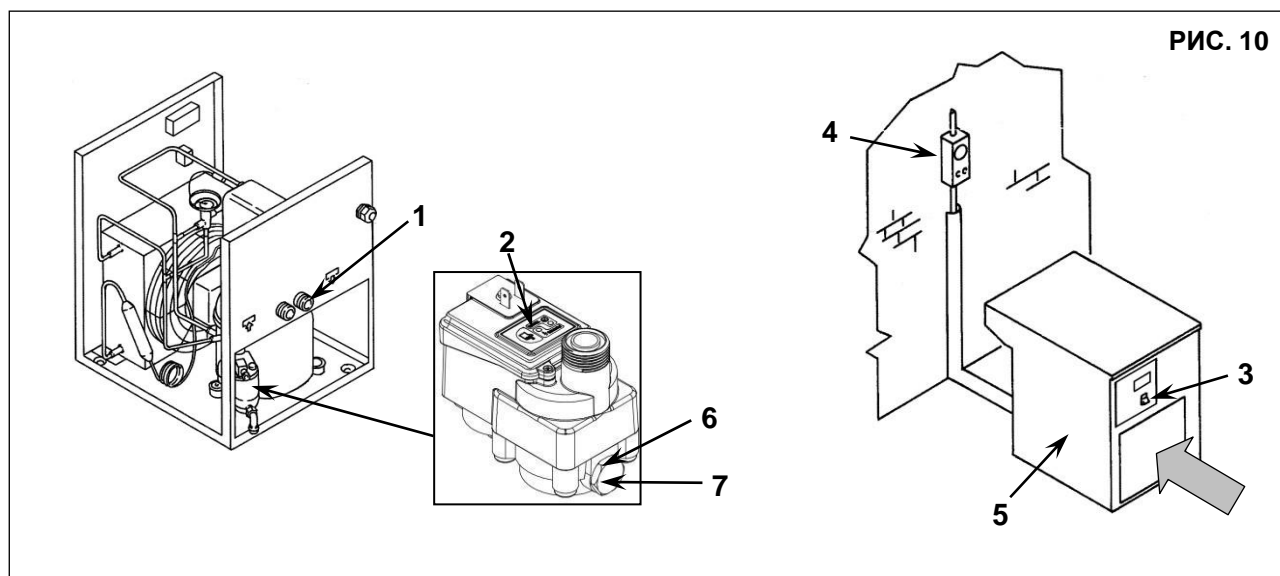

РИС. 10
16.2 ОЧИСТКА ФИЛЬТРА УСТРОЙСТВА АВТОМАТИЧЕСКОГО СЛИВА КОНДЕНСАТА (Рис. 10)
- Закройте кран, поз. 1, рис. 10
- Сбросьте давление в осушителе, нажав кнопку слива конденсата "TEST", расположенную на паротделителе, поз. 2, рис. 10.
- Выключите устройство, нажав кнопку "STOP", поз. 3, рис. 10
- Включите автоматический дифференциальный переключатель питания, поз. 4, рис. 10
16.3 ОЧИСТКА КОНДЕНСАТОРА (Рис. 10)
- Снимите панели, поз. 5, рис. 10
- Очистите ребра конденсатора, поз. 1, сжатым воздухом (Рис. 10). **НЕ ИСПОЛЬЗУЙТЕ ВОДУ И РАСТВОРИТЕЛИ**
- Установите панели, поз. 5, рис. 10
ПОРЯДОК ДЕЙСТВИЙ ПРИ СБРОСЕ ДАВЛЕНИЯ (Рис. 10)
- Закройте краны, поз. 1, рис. 10
- Сбросьте давление в осушителе, нажав кнопку слива конденсата "TEST", расположенную на пароделителе, поз. 1, рис. 10